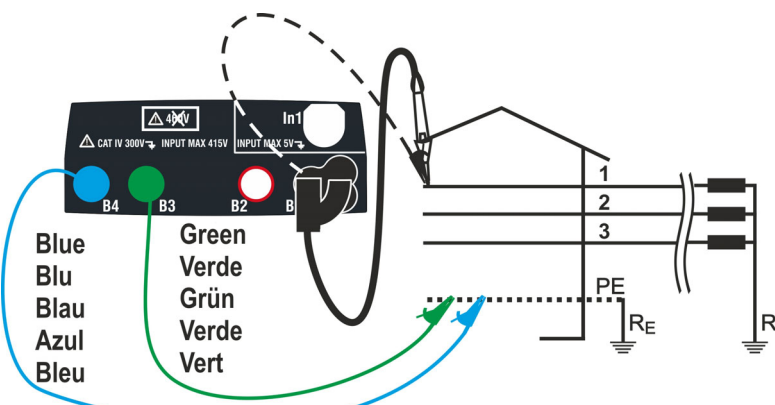

Fig. 22: Misura P-PE/P-N in impianti 400V + PE (no N) con cavi singoli e puntale remoto
4. Eseguire la calibrazione preliminare dei terminali di misura come descritto nel § 6.4.2. Connettere la spina shuko, i coccodrilli od il puntale remoto alla rete elettrica in accordo alle Fig. 18, Fig. 19, Fig. 20 e Fig. 22